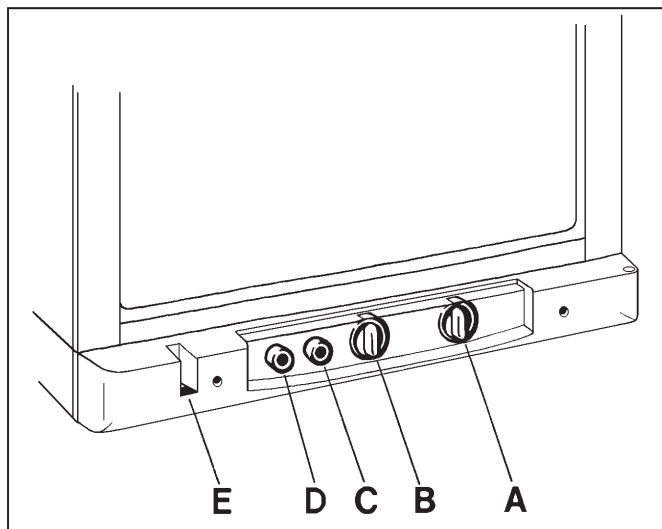

FIGURA 1
El frigorífico puede funcionar con corriente eléctrica de 230 V o con gas LP. El cambio de una modalidad de uso a otra puede efectuarse por medio de los mandos colocados según se ve en la figura 1.
Los números de posición hacen referencia a la figura 1.
Los números de posición hacen referencia a la figura 1. Una vez puesto en marcha el frigorífico, serán necesarias algunas horas para que el interior se enfríe. El frigorífico está regulado por un termostato, cuyo mando (B) debe ajustarse en la posición 3-5. Si se desea conseguir menos temperatura (más frío), ajuste el termostato a un número más alto.